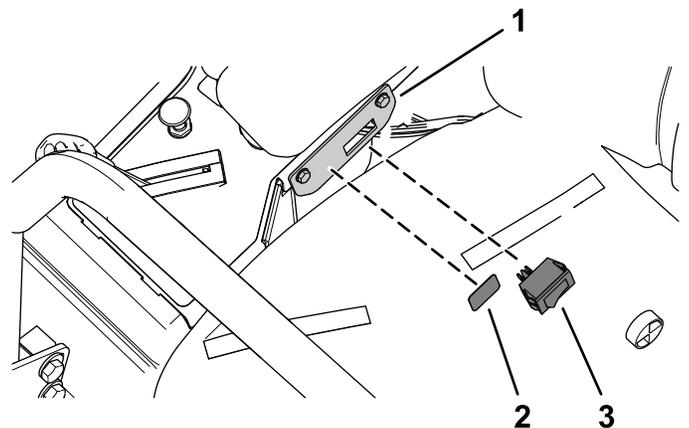

Figura 8
2. Inserite l'interruttore a ginocchiera nella staffa dell'interruttore delle luci (Figura 8).
3. Applicate l'adesivo dell'interruttore delle luci sulla staffa dell'interruttore delle luci (Figura 8).